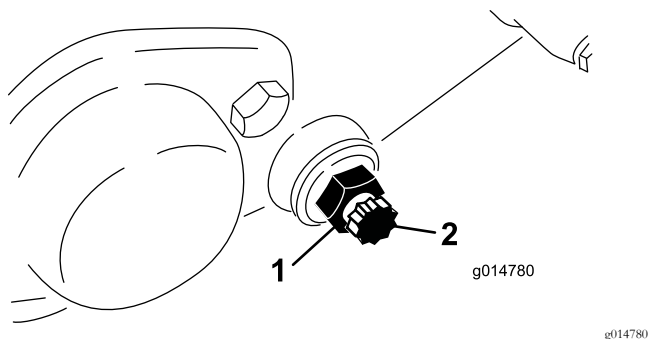

Figura 56
3. Su ogni lato della macchina, allentate il controdado che fissa il bullone della barra di appoggio (Figura 56).
4. Togliete i bulloni della barra di appoggio perché quest'ultima possa essere tirata in giù e tolta dalla macchina. Conservate le due rondelle di nylon e le due rondelle in acciaio stampato da ciascun lato della barra di appoggio (Figura 56).